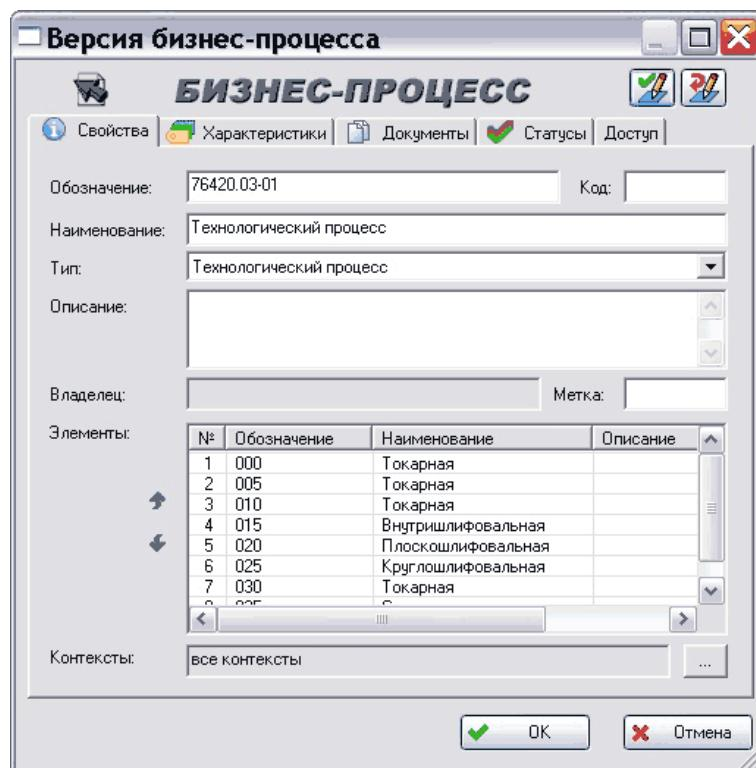

Рис. 187
3. В появившемся окне **Версия бизнес-процесса** (Рис. 187) перейдите в список **Элементы**, выделите требуемый подпроцесс и при помощи кнопок и измените его положение в последовательности.
- Открыть окно свойств бизнес-процесса. В списке **Элементы** отображаются описания всех подпроцессов (Рис. 187). Для открытия окна свойств соответствующего подпроцесса дважды щелкните по нему мышкой.